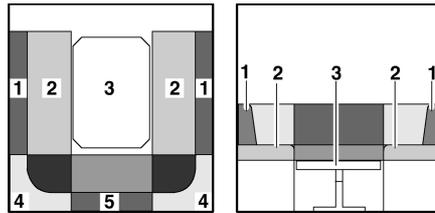

Bild 129 Während des Umbaus
- Die Sitzpolster (Bild 129,2) zur Mitte ziehen.
- Die Rückenpolster (Bild 129,1) zwischen die Sitzpolster und die Außenwand legen.
- Die Rückenpolster (Bild 129,4 und 5) abnehmen und beiseite legen.